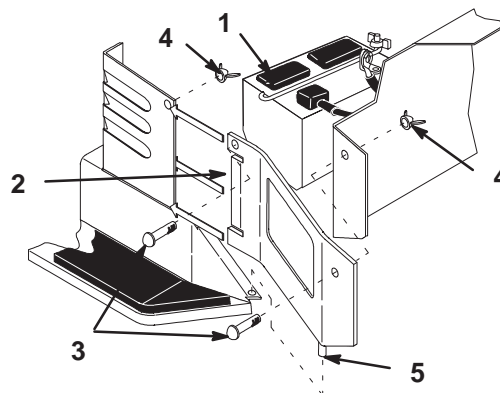

**Abbildung 37**
4. Das negative (schwarze) Massekabel von der Batterieklemme lösen (Abb. 37).
5. Die Gummiabdeckung am positiven (roten) Kabel hochheben. Das positive (rote) Kabel von der Batterieklemme lösen (Abb. 37).
6. Die Batteriehaltestangen entfernen (Abb. 37).
3. Mit Schraube und Flügelmutter das positive (rote) Kabel an der positiven (+) Batterieklemme anbringen (Abb. 37). Die Gummiabdeckung über die Batterieklemme schieben.
4. Mit Schraube und Flügelmutter das negative (schwarze) Kabel an der negativen (-) Batterieklemme anschließen (Abb. 37).